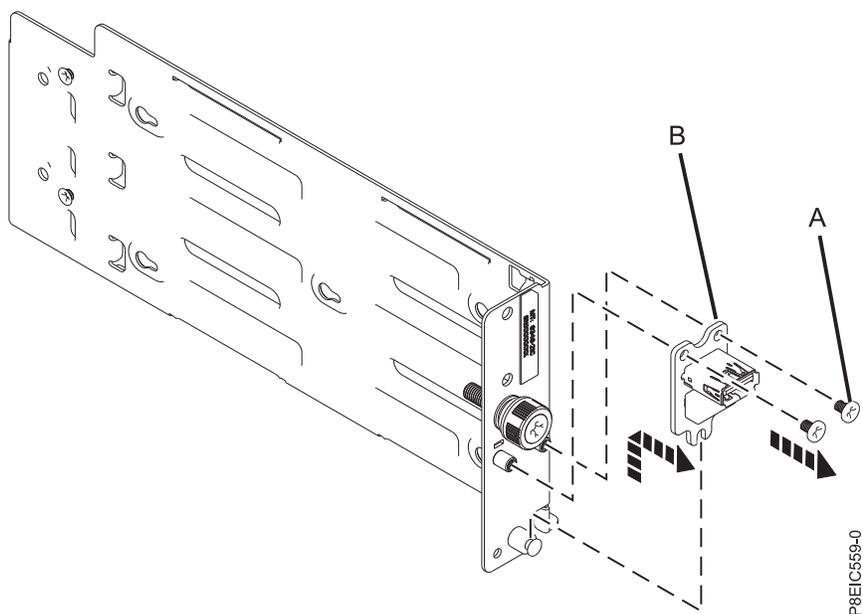

Figura 109. Extracción de la tarjeta USB
9. Quite los dos tornillos (A) de la tarjeta USB (B); después, levante la tarjeta USB y quite el cable del soporte, tal como se muestra en Figura 109 en la página 100.